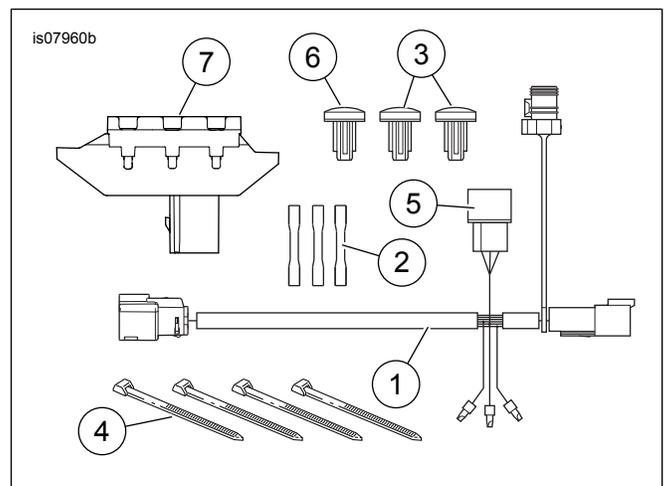

Abbildung 3. Ersatzteile, Elektrikanschluss-Kabelbaum
Siehe Abbildung 3 und Tabelle 3.
3. Abdeckplatte entfernen. Siehe das Werkstatthandbuch. Siehe Abbildung 3. Schalttafel (7) sowie Schalter (3) und (6) mit den Nebenverbraucherschaltern in der rechten und mittleren Position einbauen.
Siehe Abbildung 3. Das Relais (5) muss mit den Kontakten nach unten positioniert werden.